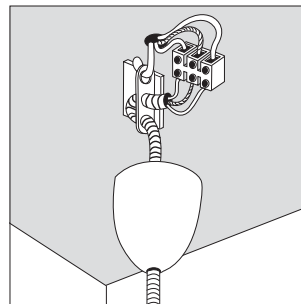

fig.4
- c) connecter le domino du câble d'alimentation comme indiqué en figure 4.